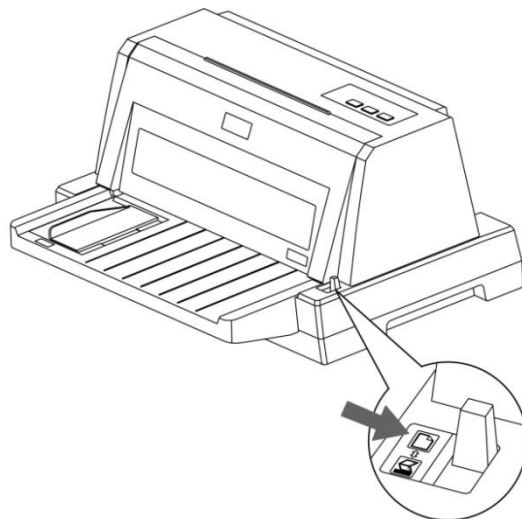

图1
1) 关闭打印机电源，检查送纸调杆的位置，如图 1 所示，将送纸调杆调节到后侧，并确认在平推纸图标的位置。